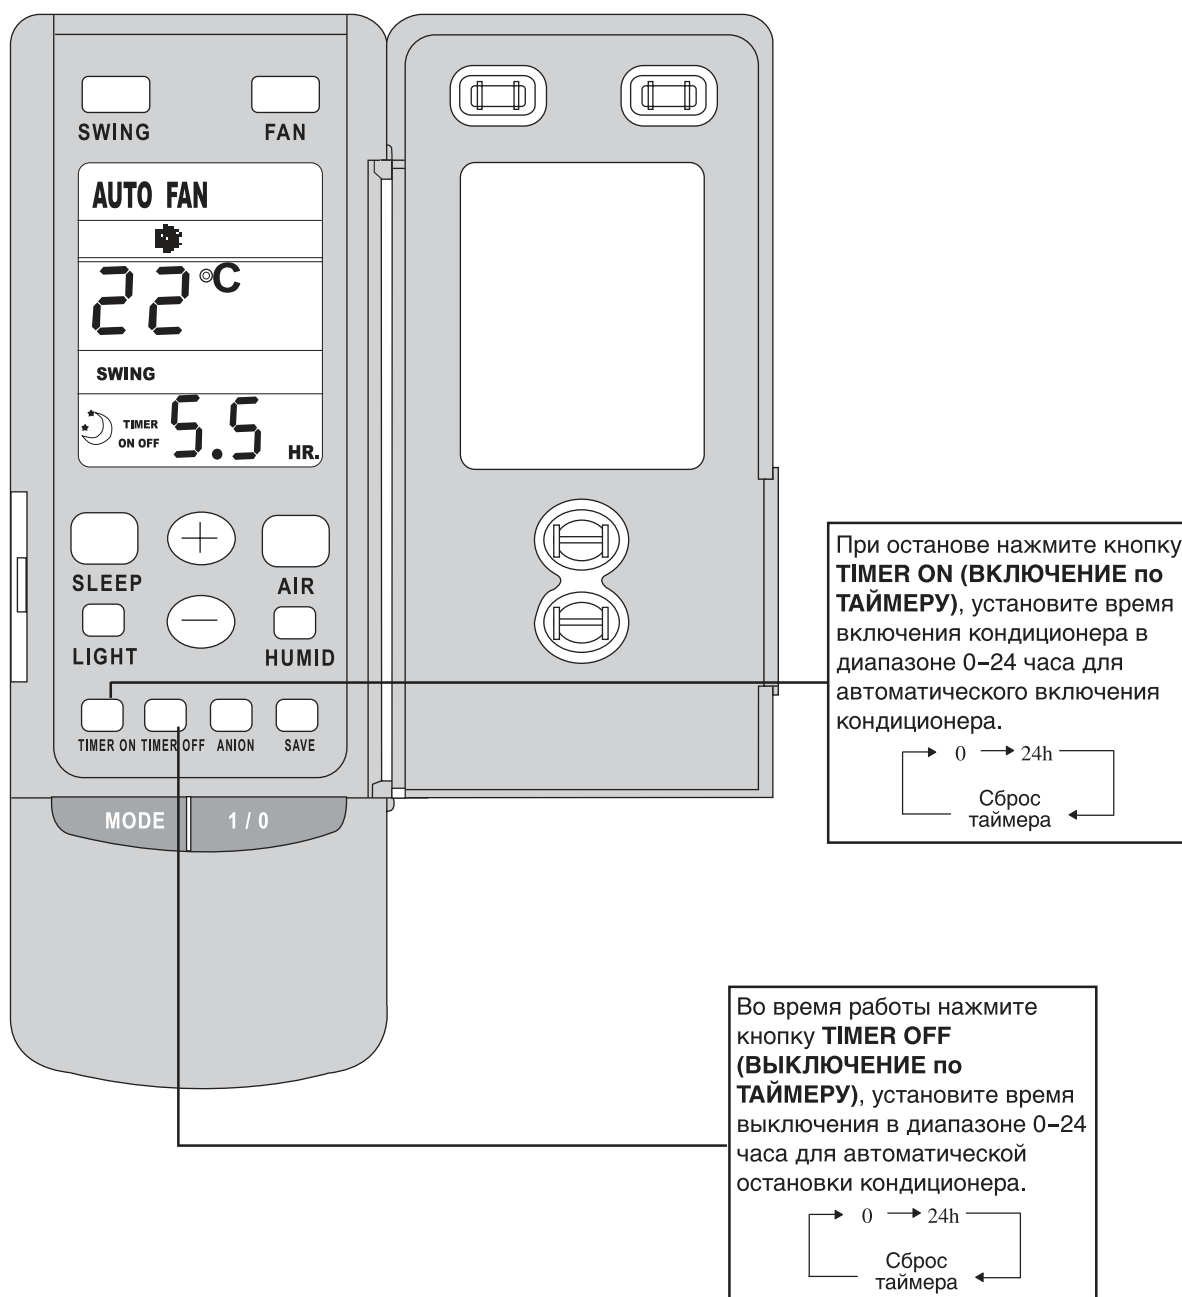

Рис. 3.7
3.1.7 Работа в режиме ТАЙМЕР (рис. 3.7).